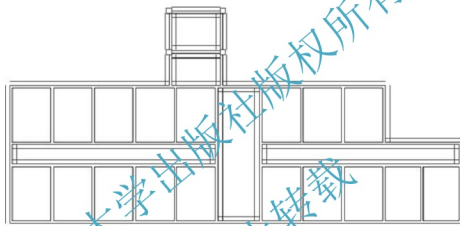

图 5.4 修整基础墙
(1) 启动【偏移】命令(快捷键 O)，参照基础平面图(附图 2.4)中的尺寸标注偏移基础墙，结果如图 5.4 所示。